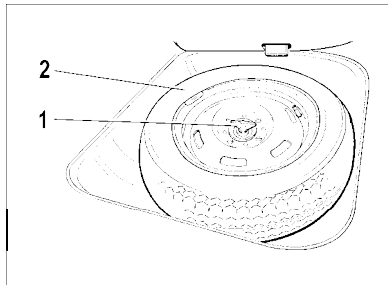

**Рис. 40. Места укладки инструмента**
- снимите защитные кожуха 1 (рис. 40) и достаньте насос, домкрат, коробку с инструментом, а затем запасное колесо. Запасное колесо 2 (рис. 41) располагается в нише багажного отделения. Чтобы достать его, откиньте коврик, крышку и отверните винт 1.